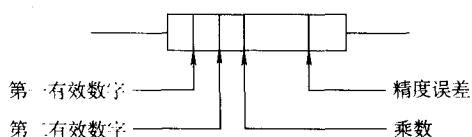
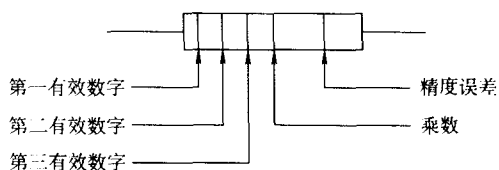

图 1-1-3 四环标识法说明
图 1-1-4 五环标识法说明
3) 色标法 普通的电阻器用四色环表示，精密电阻用五色环表示（图 1-1-3 及图 1-1-4）。紧靠电阻体一端的色环为第一环，露着电阻体本色较多的另一端为末环。这种为最常见的标识方法，现详细介绍如下：